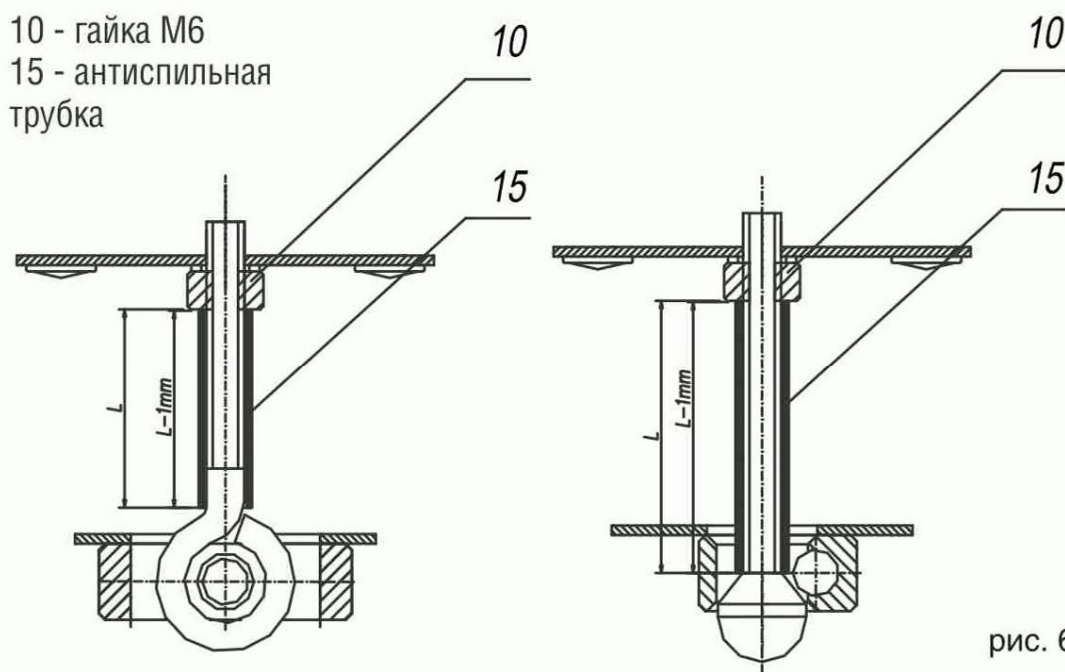

рис. 6
7. Отрегулировать длину кронштейна так, чтобы при плотно закрытом капоте штырь проходил в отверстие кольца. При закрытом замке капота поднятие капота должно быть минимальным, чтобы через образовавшийся зазор было невозможно повреждение или устранение кронштейна. В случаях, когда при установке кронштейна есть вероятность его устранения путем спиливания, необходимо установить антиспильную трубку (см. рис.6).
7. Отрегулировать длину кронштейна так, чтобы при плотно закрытом капоте штырь частично перекрывал отверстие, в которое входит кронштейн. При закрытом замке капота поднятие капота должно быть минимально возможным, чтобы через образовавшийся зазор было не возможно повреждение или устранение кронштейна. В случаях, когда при установке кронштейна есть вероятность его устранения путем спиливания, необходимо установить антиспильную трубку (см. рис.6).
9. Отрегулировать длину кронштейна так, чтобы при плотно закрытом капоте штырь частично перекрывал отверстие, в которое входит кронштейн. При закрытом замке капота поднятие капота должно быть минимально возможным, чтобы через образовавшийся зазор было невозможно повреждение или устранение кронштейна. В случаях, когда при установке кронштейна есть вероятность его устранения путем спиливания, необходимо установить антиспильную трубку (см. рис.6).
Измерить длину установленного кронштейна типа «крючок» или «сфера» как показано на рис.6 до контрящей гайки М6. Отрезать трубку короче на 1мм от полученного размера L. Снять кронштейн с капота, надеть антиспильную трубку на кронштейн. Закрепить кронштейн на капоте. Проверить легкость вращения трубки на кронштейне.